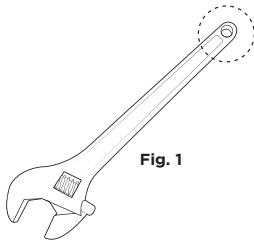

Fig. 1
2. For attachment to tools with a captive hole or handle engineered hole into the tool [fig. 1], locate the tools connection point and slide the Tool Tail™ through the captive hole or handle and feed the D-ring end back through the loop choking it onto tool pulling it tight to remove slack. Snug barrel lock down if applicable.
2. Para acoplarlas a herramientas con un orificio cautivo o con un agujero en el mango [fig. 1], localice el punto de conexión de las herramientas y deslice la Tool Tail™ por el orificio cautivo o mango e introduzca el extremo del anillo en forma de D por el lazo, anudándolo sobre la herramienta y tirando de él para que no haya holgura. Si corresponde, apriete el seguro en forma de cilindro.